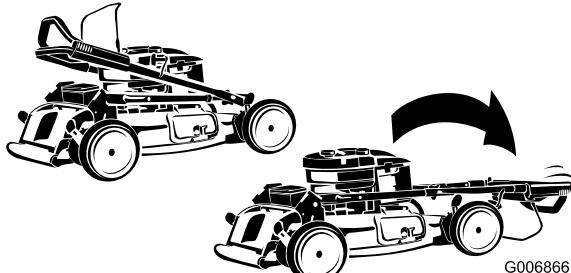

Рисунок 3
- Осторожно перемещайте верхнюю рукоятку вперед до тех пор, пока половинки рукоятки не окажутся на одной линии и не сложатся вместе, как показано (Рисунок 3).